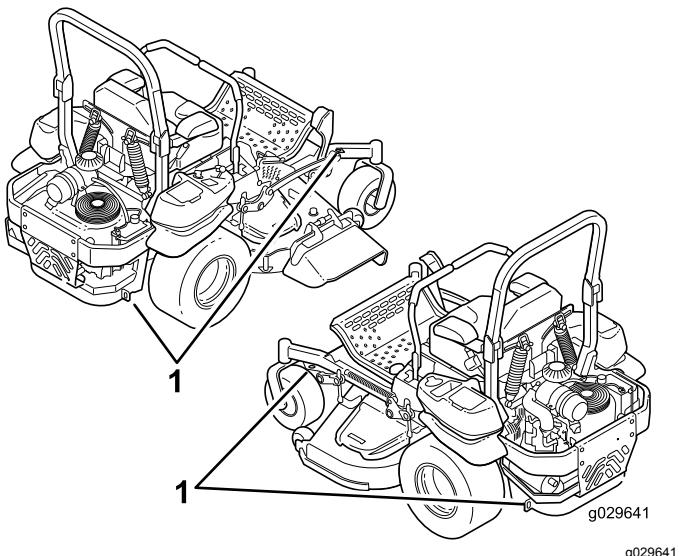

Figure 42
- Servez-vous des points d'attache en métal de la machine pour arrimer solidement la machine sur la remorque ou le véhicule utilitaire avec des sangles, des chaînes, des câbles ou des cordes (Figure 42).